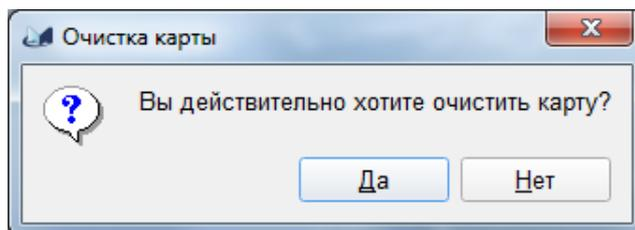

Рис. 35
- "Очистить карту" предназначен для удаления всех сетей карты. При выборе данного пункта меню будет открыто диалоговое окно подтверждения очистки всей карты, как показано на рис. 35;